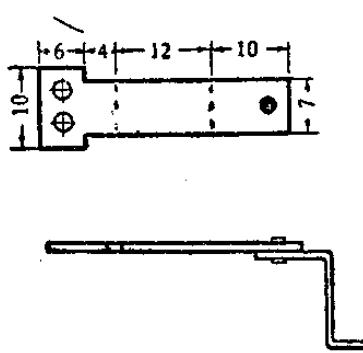

图9-22
5. 簧片与接点：动簧片是用弹性较好的铜片做成的，如图9-22。